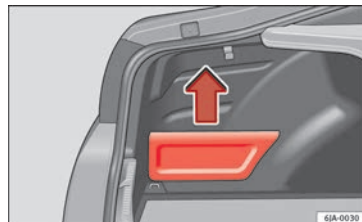

Bild 160 Bagageutrymme: förvaringsutrymme
– Håll i toppen på locket. Dra ut det i pilens riktning » bild 160.